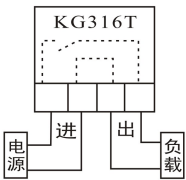

图5
- 5.9.1 直接控制方式的接线：负载功率不超过本产品的额定控制功率，可采用直接控制方式。KG316T接线方法(如图5)。